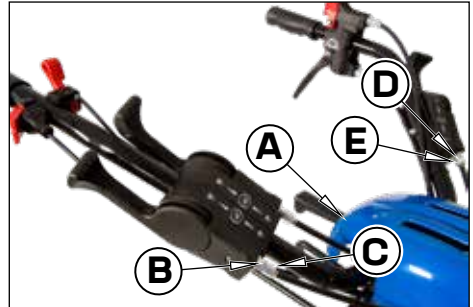

Fig. 24 - Seviye ayarlayıcılarını düzenlemek için gidon muhafazasının demonte edilmesi
- 1) **Dif. kilit kolu (5), (Fig. 24)**